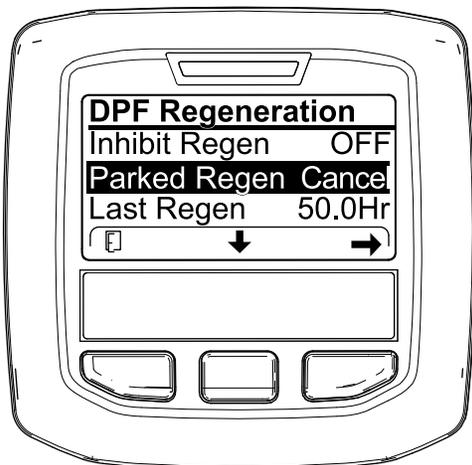

Figura 61
1. Vaya al menú de Regeneración del DPF (Figura 61).
2. Pulse el botón central para desplazarse hacia abajo a CANCELAR REGENERACIÓN ESTACIONARIA (Figura 61) o CANCELAR REGENERACIÓN DE RECUPERACIÓN (Figura 62).
3. Pulse el botón derecho para seleccionar la opción Cancelar (Figura 61 o Figura 62).